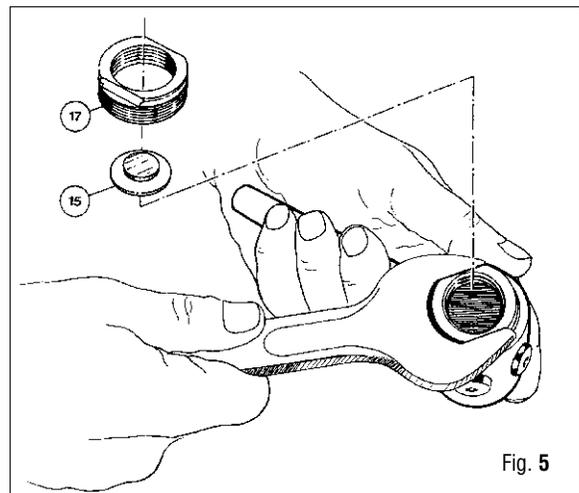

Fig. 5
9. Destornillar la tuerca de bloqueo (17) usando la llave (B-16) y quitar el disco de apoyo del muelle (15). (Fig. 5)
10. Introducir aire comprimido (menos de 7 bar) a través de un orificio de baja presión (3/8") y quitar la membrana (14) y el disco de empuje (13).